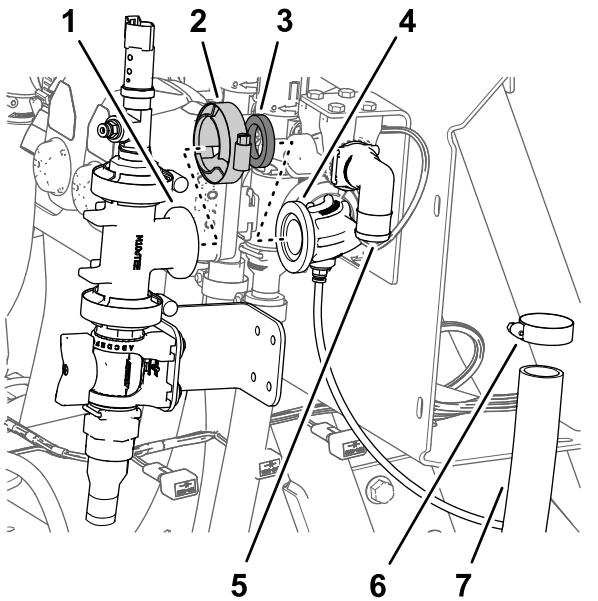

Figura 44
1. Ensamble provisionalmente el acoplamiento de T y el acoplamiento de 90° con una junta y una abrazadera para briduras (Figura 44).